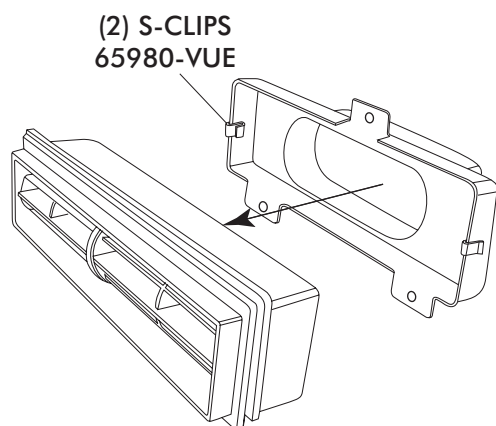

FIGURE 5
- INSTALL S-CLIPS ON CENTER/DRIVER SIDE/PASSENGER SIDE LOUVER HOSE ADAPTER AS SHOWN IN FIGURE 5.
- INSTALL CENTER LOUVER HOSE ADAPTER OUTSIDE OEM CENTER LOUVER ASSEMBLY AS SHOWN IN FIGURE 5 BELOW.